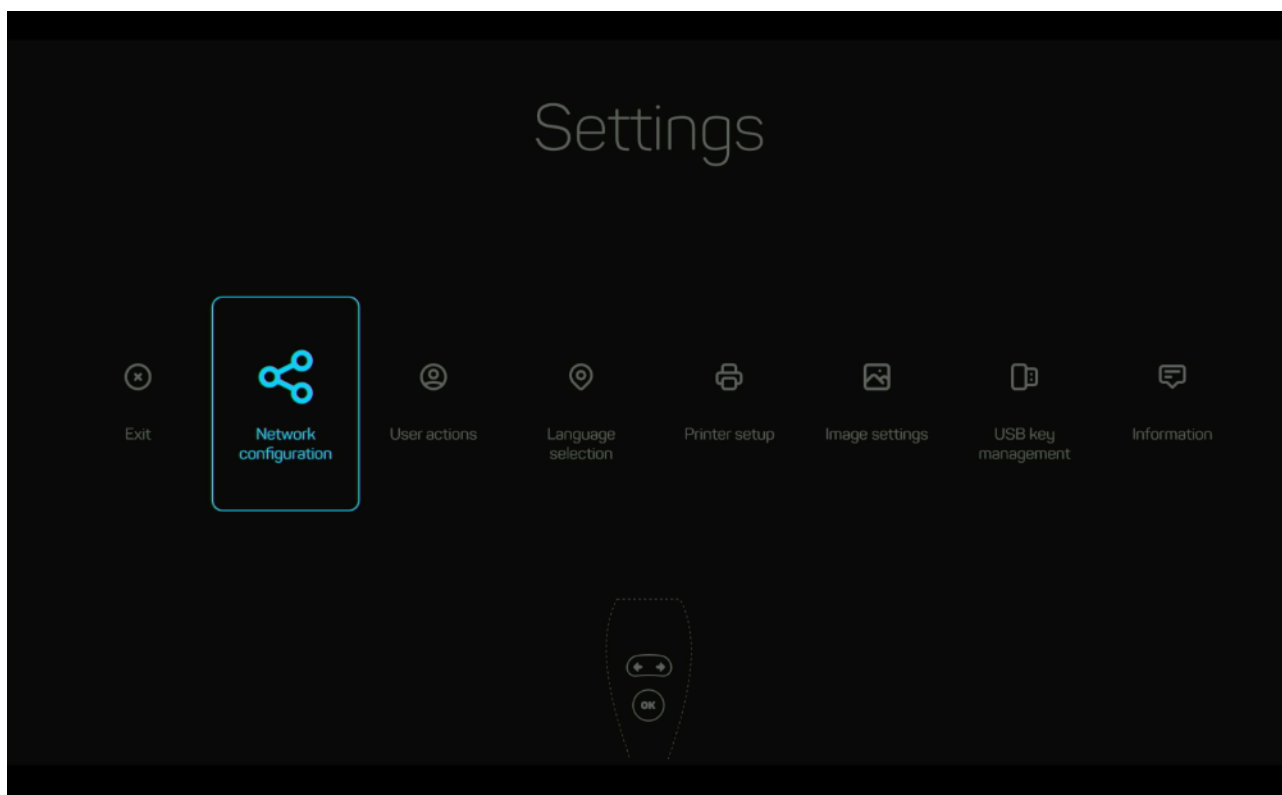

Рисунок 10 - Меню настроек
- Чтобы настроить устройство, в меню приветствия выберите Настройки и перейдите в меню Настройки (см. Рисунок 10).